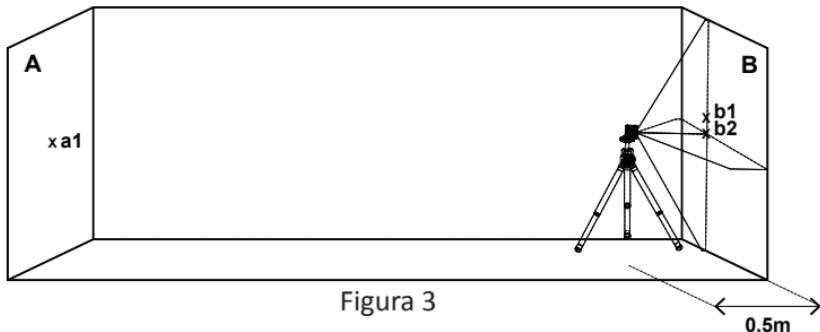

Figura 3
- 7) Marque en la pared **B** el centro de las líneas cruzadas como **b2** (ver la figura 3).